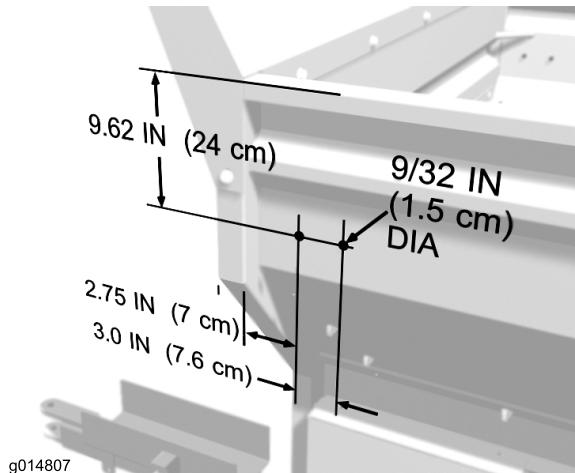

Bild 1
2. Ermitteln Sie die Kennzeichnung anhand der Maße ersichtlich in Bild 1 und bohren Sie (2) Löcher mit einem Durchmesser von 7 mm in die linke Vorderseite des Trichterwagens. Wiederholen Sie den Schritt auf der rechten Seite des Trichterwagens.